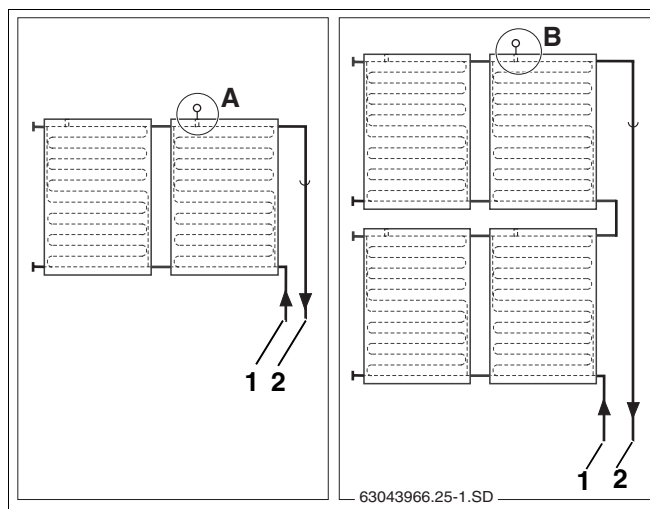

Fig. 50 Position de montage de la sonde de capteur (représentation schématique)
Respectez la position de montage des systèmes de capteurs à une ou deux rangées (fig. 50).
La sonde de capteur doit être montée dans le capteur sur lequel la conduite de départ est raccordée (fig. 50, **pos. 2**).
- Position de montage (fig. 50, **pos. A**) sur les systèmes de capteurs à une rangée.
- Position de montage (fig. 50, **pos. B**) pour les systèmes à deux rangées.